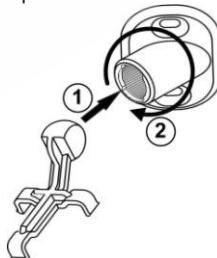

Рис.9 Схема соединения кронштейна и держателя
- Разместите на стене отверстия для монтажа с учетом положения отверстий в кронштейне (2) (см. рисунок 9).
- Закрепите на основании извещателя держатель кронштейна (1) с помощью защелок.